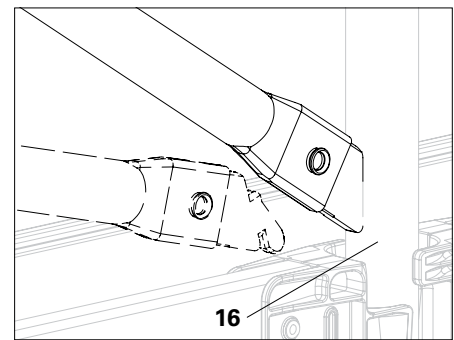

Abb. A5.03
- In den Easy Rahmen EVF (16) siehe Abb. A5.03